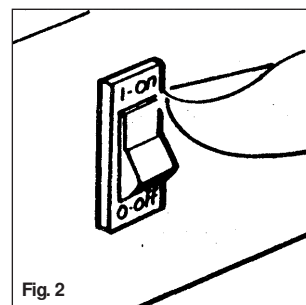
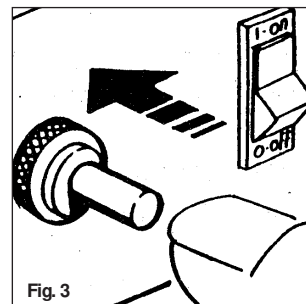
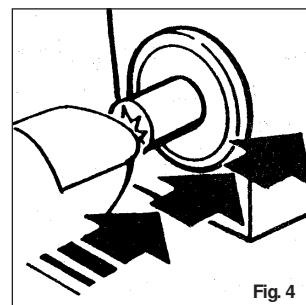

Fig. 2
Fig. 3
Fig. 4
- Slå på viftebryteren til stilling I (Fig.2) og sjekk at viften roterer. Trykk på gassventilens knapp(Fig 3) og samtidig trykk inn den piezoelektriske knappen , inntil brenneren starter (fig.4).
- Apparatet kan også brukes som vifte. Da må gasstilførselen frakobles. Og apparatet slås på (Fig 2).